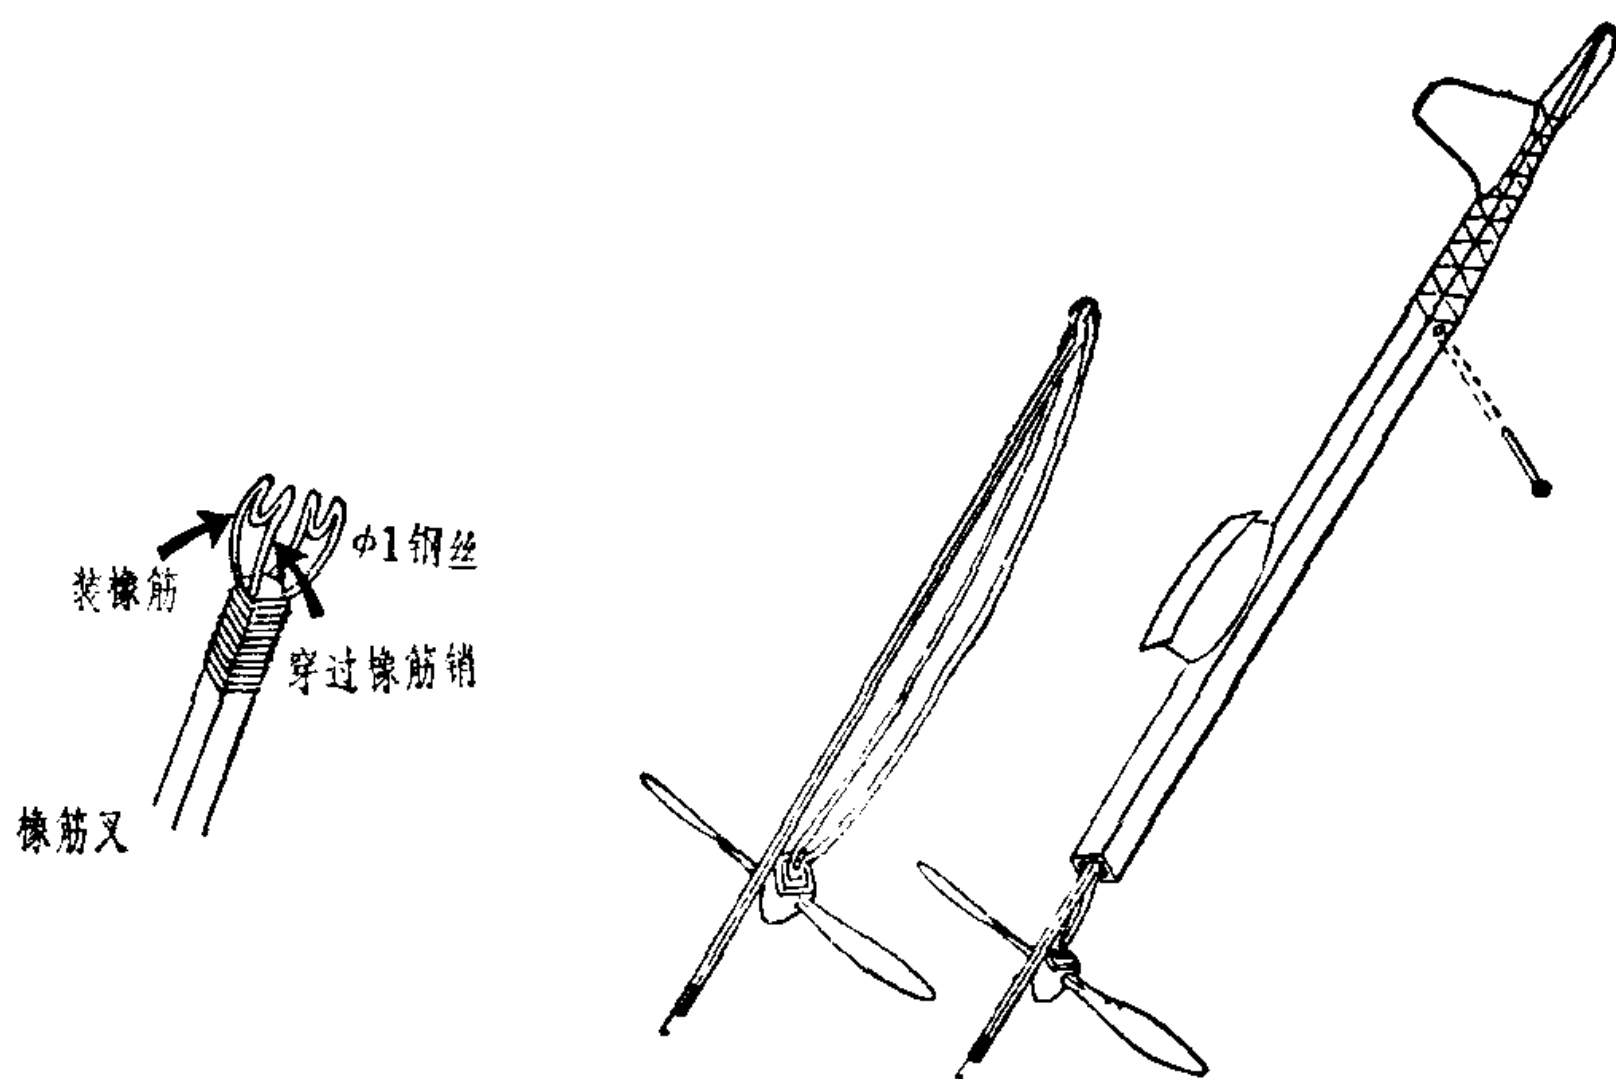

图 7-26
2. 动力部分的检查。将橡筋、螺旋桨装入机身，具体方法见图 7-26。绕上橡筋可绕圈数的二分之一，让螺旋桨平稳旋转，如有抖振产生，应找出原因纠正。抖振原因有：